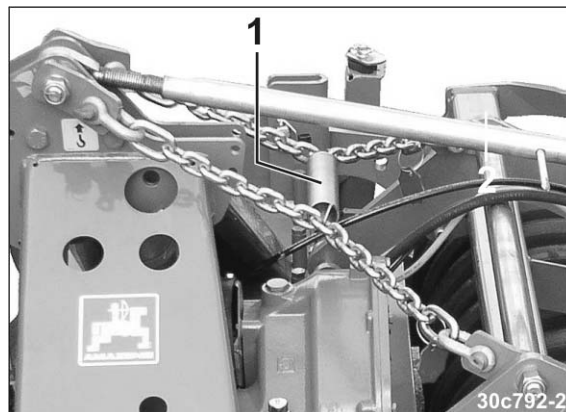

Fig. 38
6. Hægt trækfjederen (Fig. 38/1) i begge kæder. I slækket tilstand skal kæderne ikke berøre jordbearbejdningsredskabets tårn.